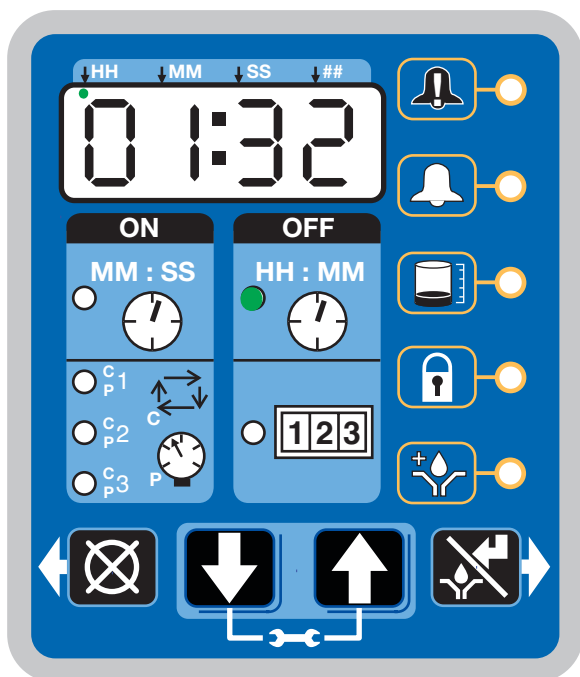

ABB. 47
Nach beendeter Einrichtung beginnt die G3-Pumpensteuerung automatisch mit der Ausführung der OFF-Zeitsequenz (ABB. 47).
- Das Beispiel in ABB. 47 zeigt eine OFF-Zeit von 1 Stunde und 32 Minuten bis zum Beginn des Schmierzyklus an.
- Erreicht der ON-Zeitwählwert den Wert Null, dann schaltet die Pumpe wieder ab und das System führt erneut den OFF-Zeitzyklus aus. Es leuchtet wieder die LED für OFF-Zeit (ABB. 47).